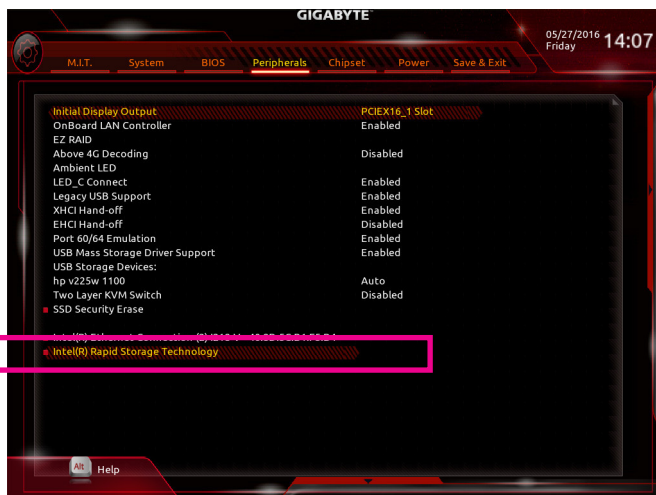

図 7
システムの再起動後、再度 BIOS セットアップに入ります。続いて Peripherals\Intel(R) Rapid Storage Technology サブメニューに入ります(図7)。